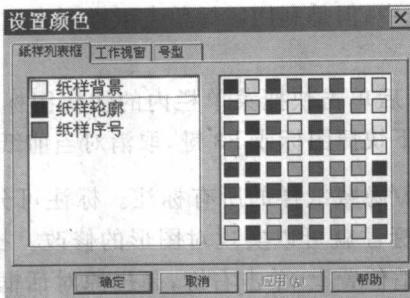

图 2-2-7
(19)  线颜色:此工具用以改变点和线的颜色。首先,选中工具栏中“配色工具”,然后在快捷图标“线颜色”中选择一种颜色(点击颜色旁的小三角即可),移动鼠标靠近要改变颜色的点线使它们呈红色,这时单击左键即可使其变色。或者预先选定好一种颜色,在用作图工具制图时,则可画出当前所选颜色的点线。
(20)  选择线形:该命令主要用来制作或修改纸样图中线的类型,如虚线、点划线等标识线。其使用方法与“线的颜色”工具一样:单击该快捷栏,选择一种线形后,在需要改变线形的线上单击,则该线段变为所选的线形;或者预先选择好一种线形,在用作图工具制图时,则可马上作出该线形的线。
(21)  颜色:该命令是用来设置和修改界面颜色的。单击该命令,则弹出设置颜色对话框,在窗口识别颜色的选项栏进行替换修改即可。单击对话框中的帮助按钮,出现当前选项的帮助文件(图 2-2-7)。
(22)  帮助:用于及时准确地帮助用户解决在运行本系统时出现的问题。